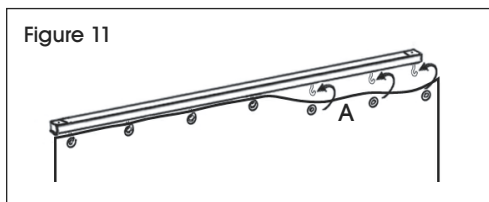

Figure 10
1. Tout d'abord, retirez la plaque-support de tringle se trouvant sur chacun des raccords-supports de plafond. (Voir Figure 10)